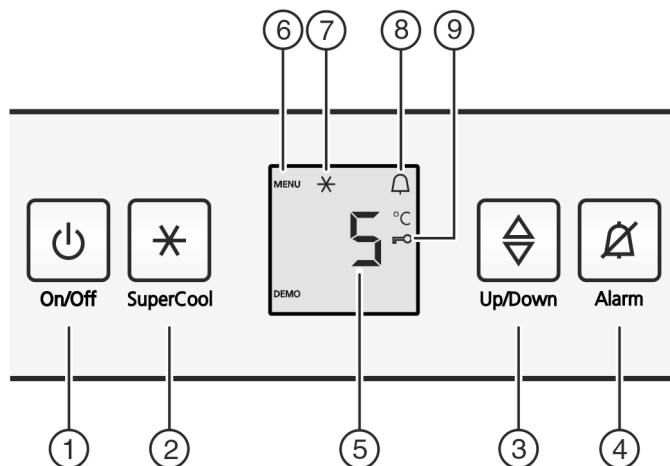

Fig. 2
- ▶ Pritisnite tipku za On/Off Fig. 2 (1).
- ▶ Pritisnite tipku SuperCool Fig. 2 (2) na oko 5 sekundi.
- ▷ Na zaslonu se prikazuje simbol 'izbornik' Fig. 2 (6).
- ▶ Kratko potvrdite tipkom SuperCool Fig. 2 (2).
- ▷ Simbol 'osiguranje za djecu' Fig. 2 (9) svijetli na zaslonu.
- ▶ Kratko pritisnite tipku On/Off Fig. 2 (1).
- ▶ Pritisnite tipku za alarm Fig. 2 (4).
- ▶ Pozivanje funkcije temperature: Pritisnite tipku za podešavanje Fig. 2 (3).
- ▶ Mijenjanje temperature u koracima od 1 °C: Tipku za podešavanje Fig. 2 (3) pritišćite toliko puta dok na prikazu temperature ne zasvijetli željena temperatura.
- ▶ Kratko pritisnite tipku SuperCool Fig. 2 (2).
- ▷ Simbol SuperCool Fig. 2 (7) svijetli na prikazu.
- ▷ Simbol SuperCool Fig. 2 (7) se gasi na prikazu.